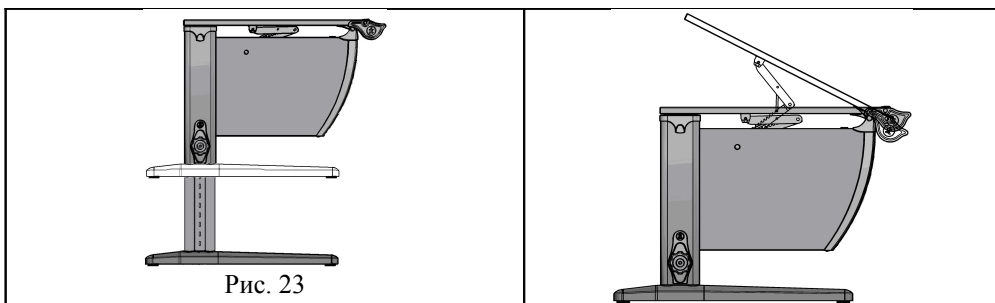

Рис. 23
- 6.2. Для удобства эксплуатации потребителями различных возрастных групп стол имеет возможность ступенчатой регулировки столешницы по высоте и углу наклона см. рис. 23.